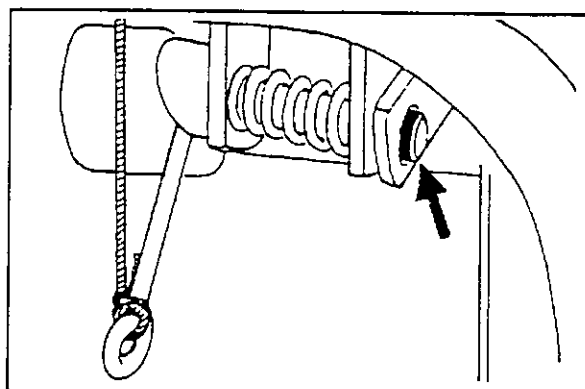

Fig. 4-32
7. ... il perno della sicura di trasporto si insedia in posizione (Fig. 4-32).